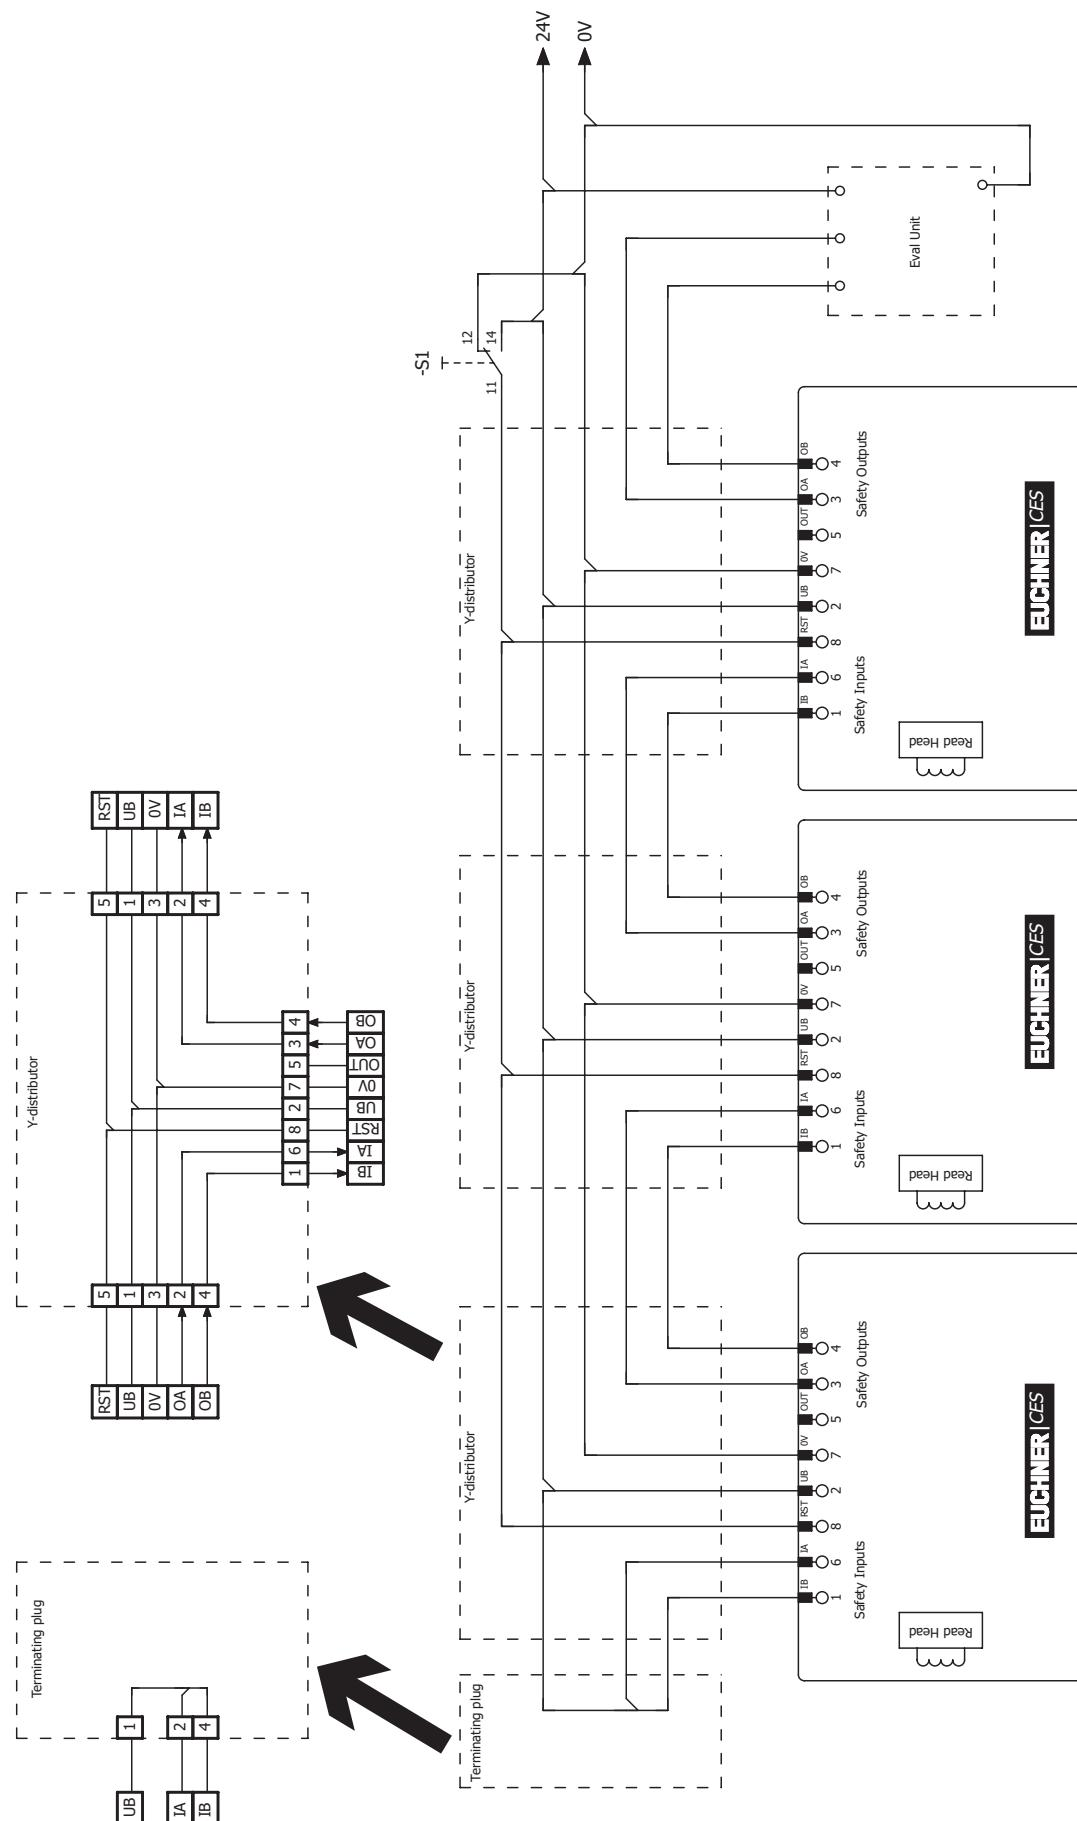

Bild 4: Anschlussbeispiel für Reihenschaltung mit Reset und Wechselschalter
- Es muss ein gemeinsames Signal für alle Schalter in der Kette verwendet werden. Dies kann ein Wechselschalter sein, es kann aber auch der Ausgang einer Steuerung verwendet werden. Ein Taster ist nicht geeignet, da der Reset im Betrieb immer auf GND liegen muss (siehe Schalter S1 in *Bild 4 auf Seite 18*).
Damit dies möglich ist, muss der Eingang RST wie in *Bild 4 auf Seite 18* beschaltet sein.